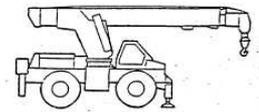

Figura 1
14. ¿Qué tipos de configuración de grúa se representa en la figura 1 adjunta?